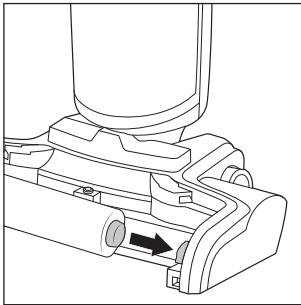

Abb. 39
- ♦ Montieren Sie die Bürstenrolle **6** und den Spritzschutz **7** wieder am Gerät. Setzen Sie dafür die Bürstenrolle **6** zuerst in die Halterung an der rechten Seite des Fußteils **3** (siehe Abb. 39).